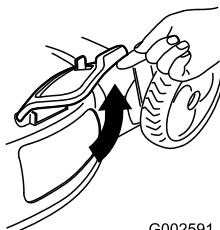

Figure 35
- Soulevez et ouvrez le volet d'éjection latérale (Figure 35).